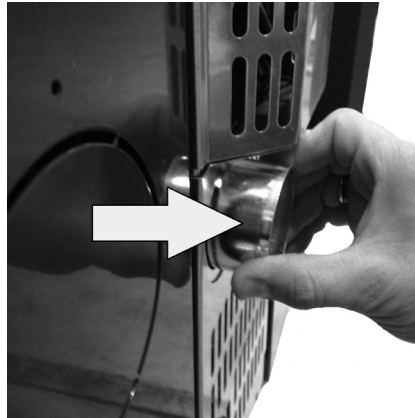

Fig. 13 - Phase 2
- Leitung circa 2 mm herausziehen (siehe Fig. 13).